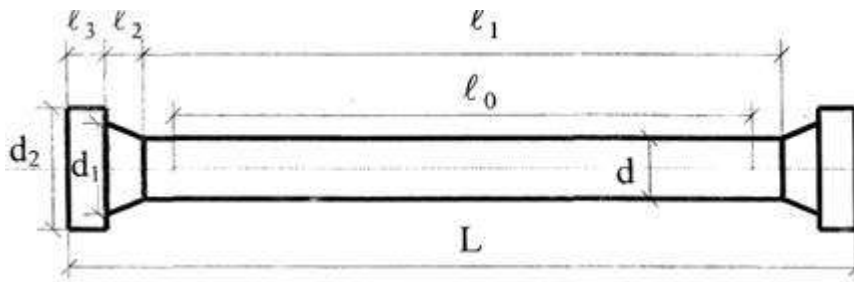

Рис.1. Цилиндрический образец:
Проводятся испытания цилиндрического образца, форма и размеры которого приведены на рис. 1.
V. Управляющий механизм. Сюда входит электрическая схема (на рис. 1 не показана) с кнопками включения основного и вспомогательного двигателей, штурвал управления регулятором давления масла 4 в гидравлической системе и переключатель шкалы 16 силоизмерительного устройства.